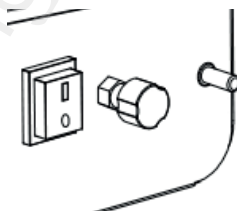

Figure 4
6. Réglez la flamme et la puissance en tournant le bouton de réglage dans le sens antihoraire pour les augmenter ou dans le sens horaire pour les diminuer. (Figure 4)